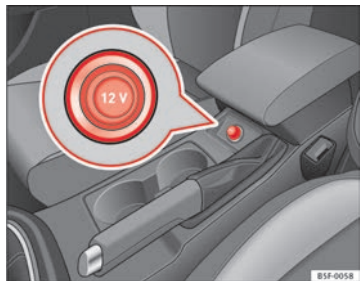

Abb. 75 Mittelkonsole:
- Ziehen Sie den Stecker in der Mittelkonsole aus der Steckdose heraus → Abb. 75.